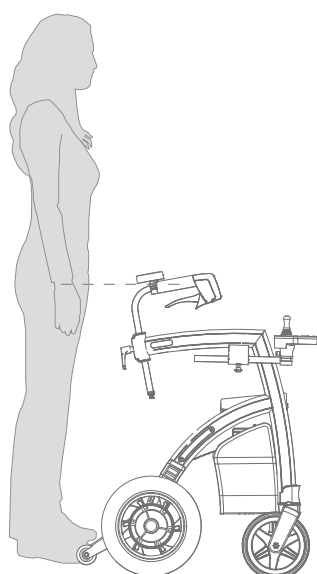

Figure 18: Déterminez la hauteur correcte.
Le réglage de la hauteur correcte (**Figure 18**) est crucial pour une utilisation optimale du Rollz Motion Electric. La hauteur peut être réglée entre la position minimale et la position maximale. De cette façon, le Rollz Motion Electric peut facilement être adapté aux besoins individuels.
- a.** Pour déterminer la hauteur correcte, tenez-vous entre les poignées du Rollz Motion Electric, les bras près du corps. Les poignées doivent être à la hauteur de vos poignets (**Figure 18**).